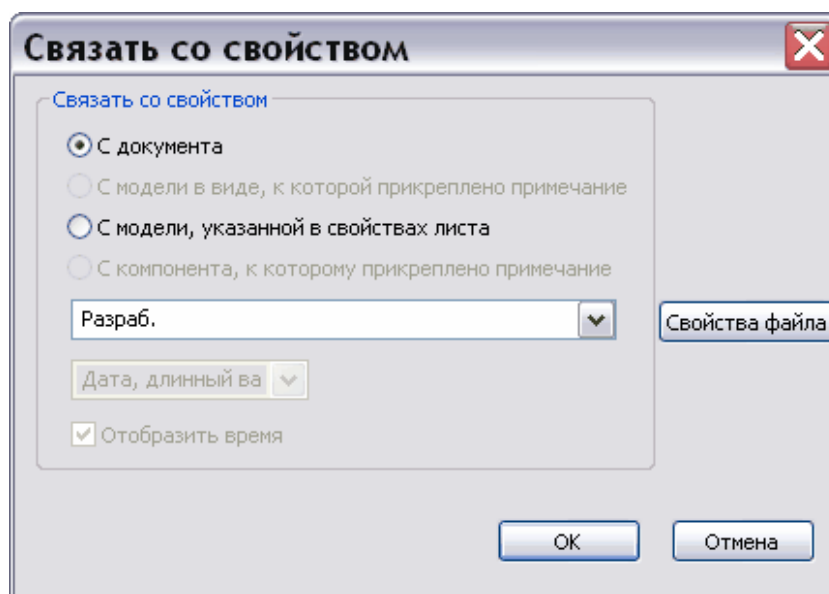

Рис. 63
6. В появившемся окне **Связать со свойством** выберите месторасположение связи **С документа** (Рис. 63).
7. Выберите из выпадающего списка свойство, с которым связывается текст заметки – **Разраб.** (Рис. 63).